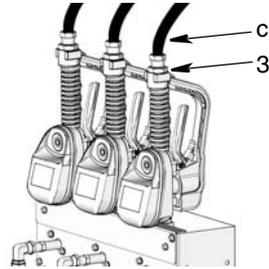

ABB. 17
2. Die Materialverteilungsleitungen (c) am Fitting (3) trennen (siehe ABB. 17).